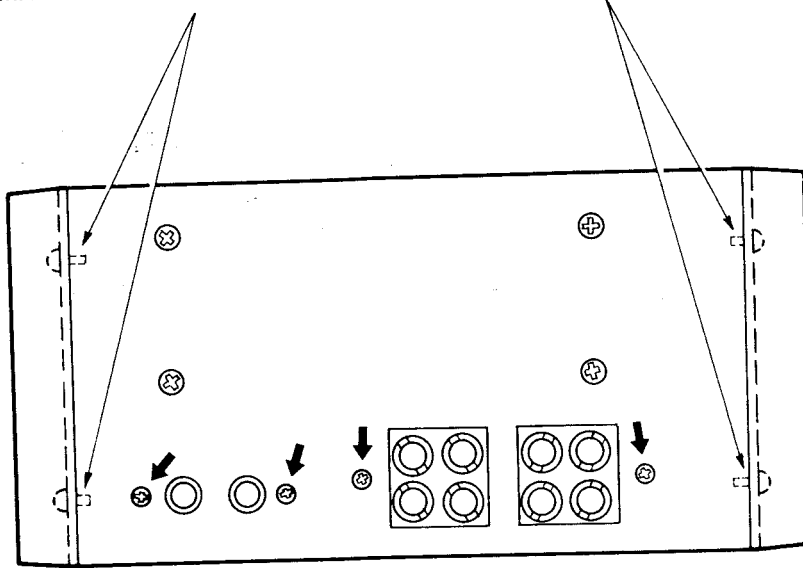

Abb. 1
- 2) Die vier Schrauben der Lautsprecherklemmen und Eingangsstiftklemmen auf der Geräterückseite entfernen. (Siehe Abb.1)
- 3) Entfernen Sie die je zwei Schrauben auf der linken und rechten Seite auf der Geräterückseite. (Siehe Abb. 1)